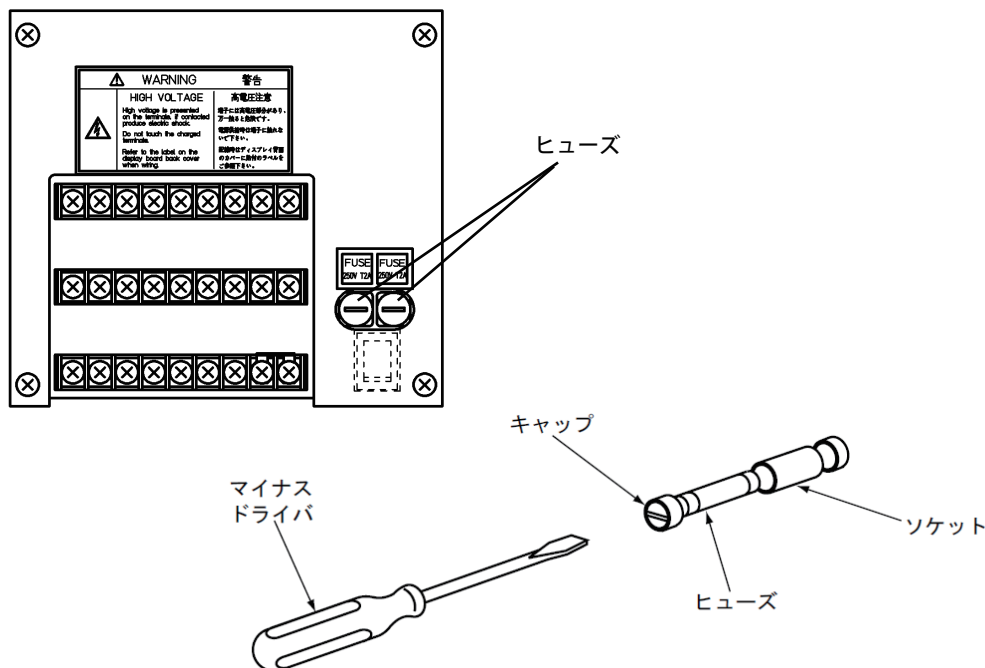

図 14.1 ヒューズの取り外し方
- 2) 本器の蓋を開け、図 14.1 に示す位置にあるヒューズホルダからヒューズを取り外します。ホルダキャップの溝に適合するマイナスドライバを使用して、キャップを反時計方向に止まる場所まで回転させてください。ヒューズをキャップごと引き抜くことができます。